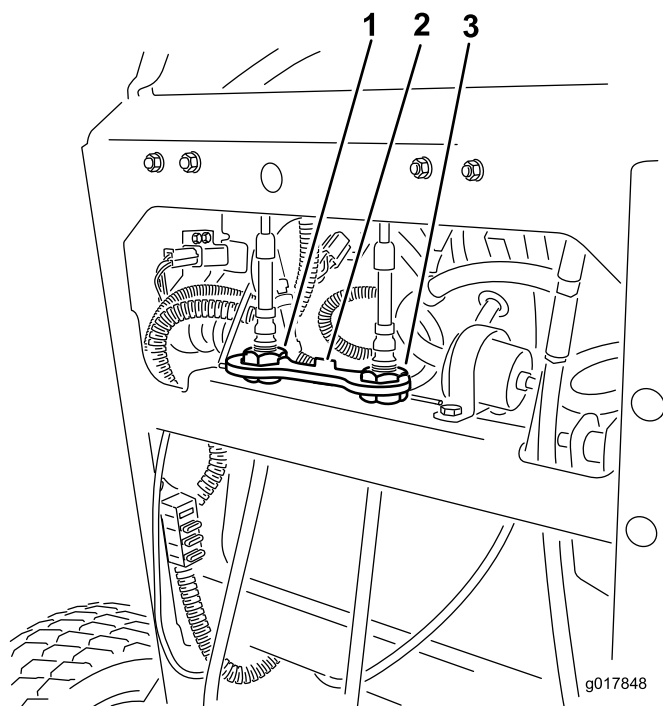

Figura 79
2. Levante y retire la pletina de bloqueo que sujeta las tuercas de ajuste de los cables (Figura 79).
6. Instale la pletina de bloqueo sobre las tuercas de ajuste de los cables para afianzar el ajuste (Figura 79).